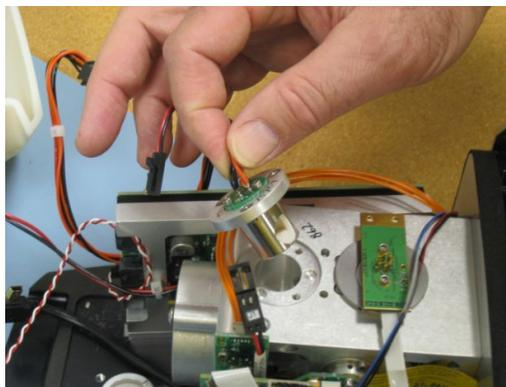

图 30. 拆除光源组件。
- 7 将光源组件从框架中取出（见图 30）。将此光源放在一旁，并用新的光源组件进行更换。